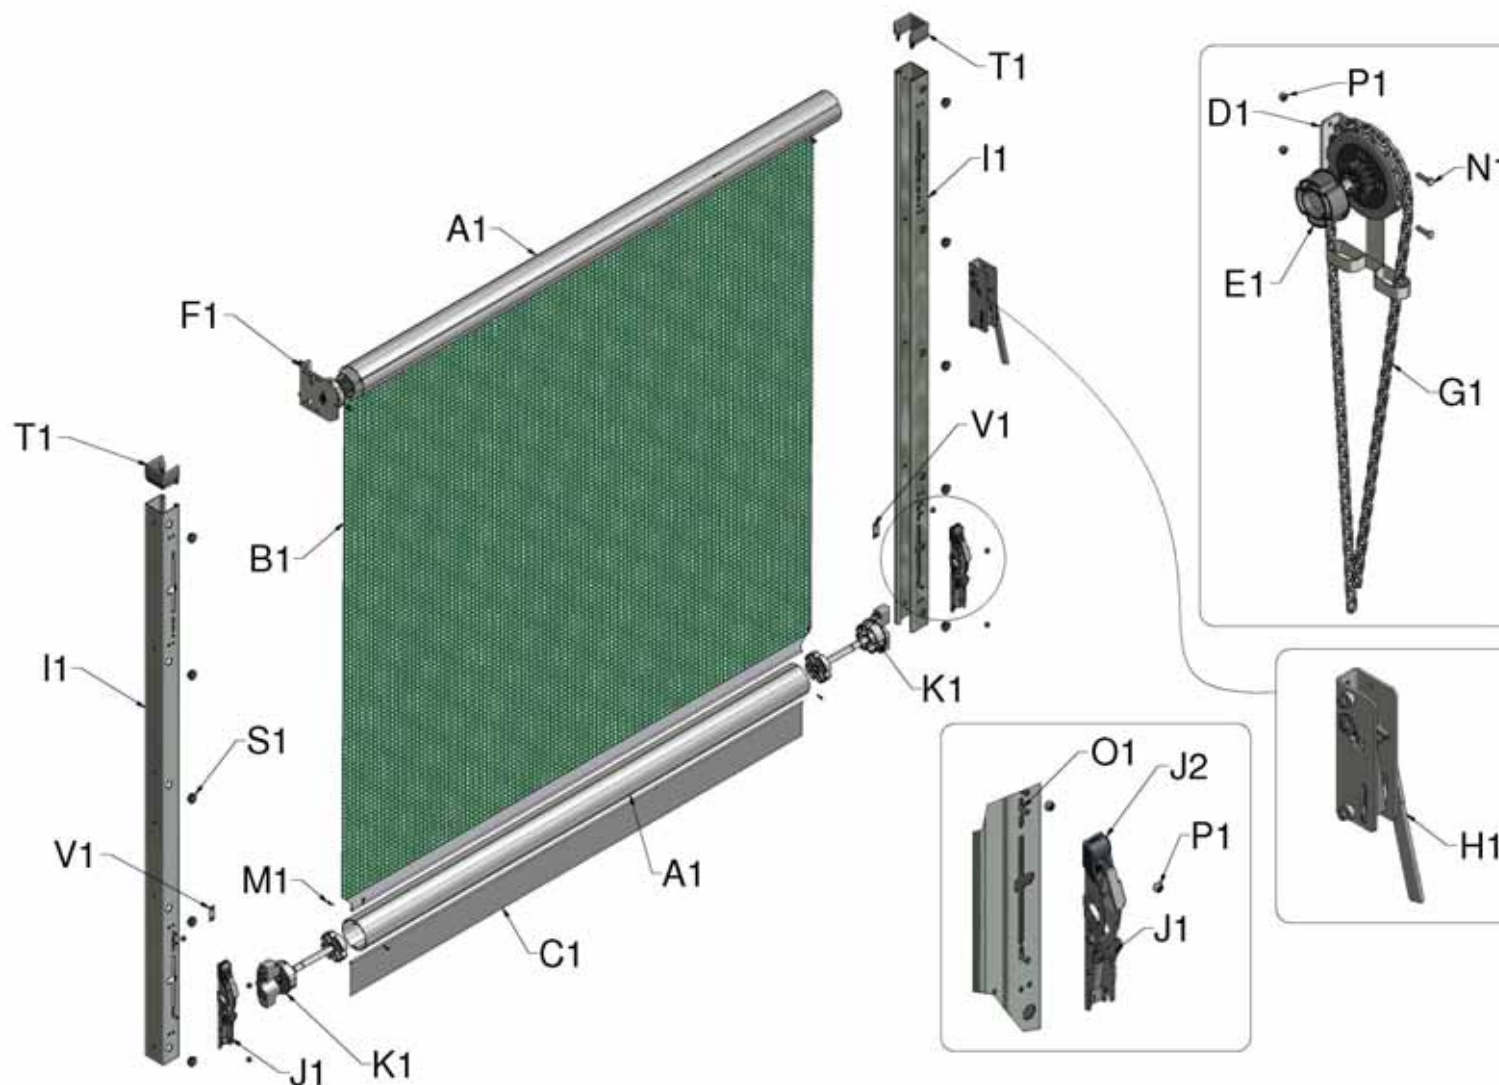

Figure 1, Vue d'ensemble du système et composants individuels
1. Vérifiez le contenu de votre Rollerdoor par rapport à la nomenclature des pièces ci-dessus, Figure 1. Assurez-vous que la toile de l'écran n'entre pas en contact avec tout objet pointu ou coin saillant.